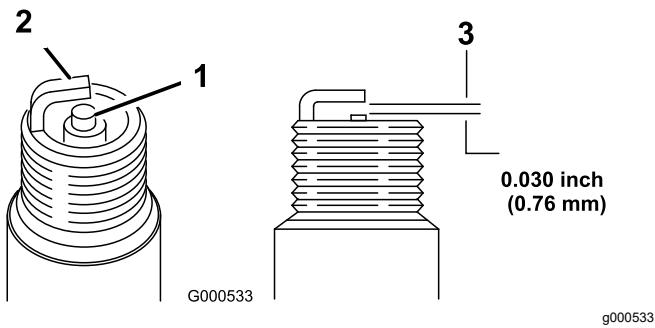

Bild 30
5. Stellen Sie den Elektrodenabstand an der Zündkerze auf 0,76 mm ein, siehe **Bild 30**.